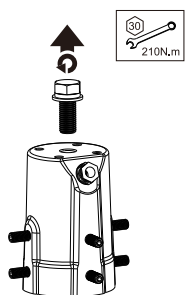

Fig. 14
1. Retirez le boulon de montage joint d'articulation fourni (Fig. 14).